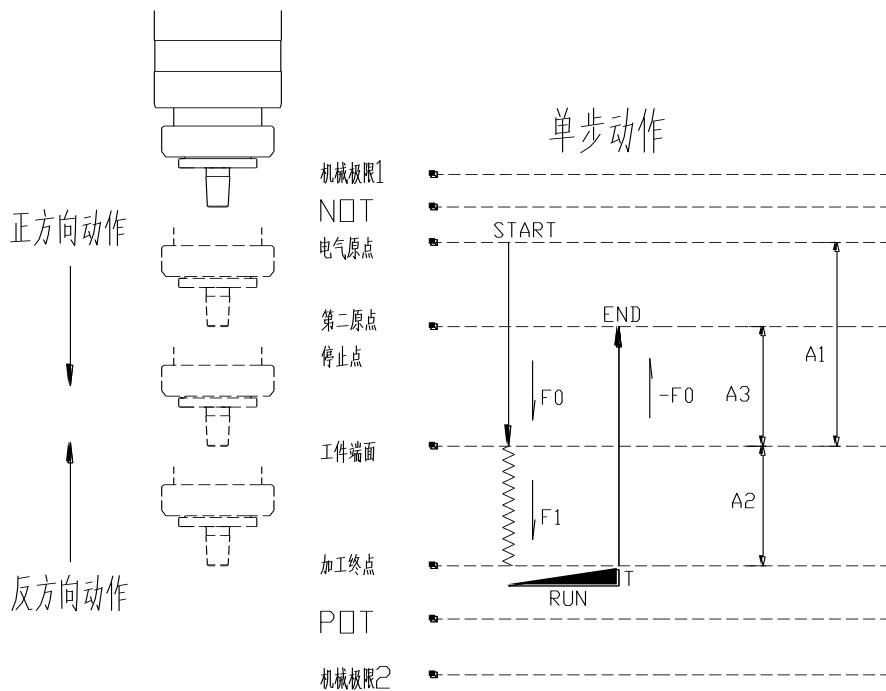

图 10-2 单步模式动作图
(2) 在自动周期中 (RUN) CHOOSE1 和 CHOOSE2 不管如何选择都视为无效，直到周期完成 (END) 后才生效。
(3) 各模式自动周期需在原点复位完成和自动状态下通过 START 信号 (上升沿有效) 来触发。
(4) 周期开始后伺服驱动器输出 RUN 信号 (高电平输出)，单步模式时 (图 10-2)：初期马达以 F_0 (P7.01) 为速度正向前进 A_1 (P7.02) 行程，至工件表面时马达以 F_1 (P7.05) 为切削速度时的转速，切削加工 A_2 (P7.03) 行程后驻停，延时 T_0 (P7.08) 后以 $-F_0$ 为速度反向动作 A_2 (P7.03)+ A_3 (P7.04) 距离，回到第二原点，加工周期完成，伺服输出信号周期完成信号 END (高电平输出)，此时 RUN 信号停止输出。当 START 信号再次被触发时，END 信号停止输出，RUN 信号再次输出。第二周期初期马达还是以 F_0 (P7.01) 为速度正向前进，行程从第一周期时的 A_1 (P7.02) 变为 A_3 (P7.04)。
(5) RUN 信号可以带外部继电器来带动接触器从而控制异步马达，从而驱动主轴运转。另外也可以用 RUN 信号来控制 (如变频器等) 调速装置的启停，ORD、GND 输出的模拟信号作为调速装置的给定，控制异步马达来实现主轴的驱动。
(6) ORD、GND 为模拟输出口和模拟地，伺服上电后 ORD 口会在三种钻孔模式下，自动运行时输出一定的电压值 (根据设置的主轴转速 r_0 (P7.09) 和模拟输出增益 P (P7.27) 决定)，攻丝模式时该功能口不会输出任何电压。请在不使用该功能时务必妥善处理两个线头。